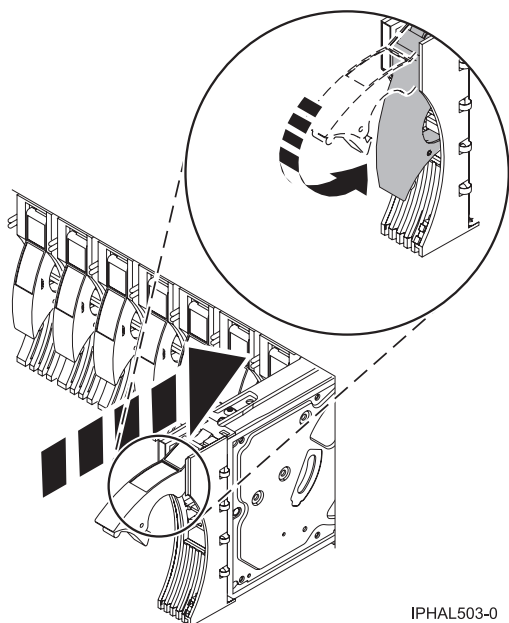

Figura 33. Instal·lació d'una unitat de disc en un model
5. Instal·leu la unitat de disc, com es veu a la Figura 33.